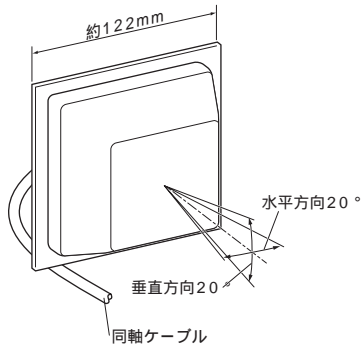

図 20 平面アンテナ形状
- 約 120mm 角の平面形状のアンテナ (図 20) で、背面に取り付け金具 (25 ~ 32) があります。